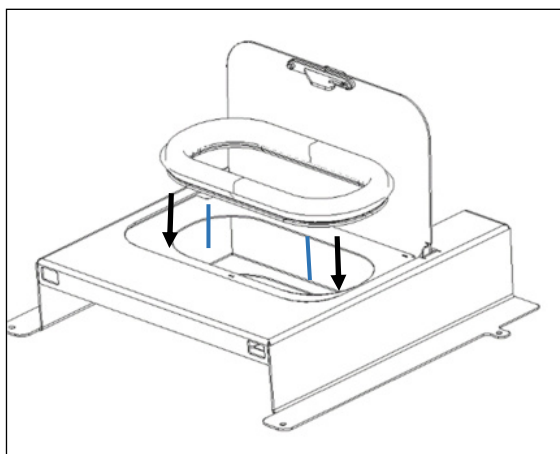

Figura 53 - Colocação da borracha de vedação no tampo superior
d) Colocar a borracha, removida na alínea c no tampo superior que se encontra no kit 1, tal como demostra a Figura 53.